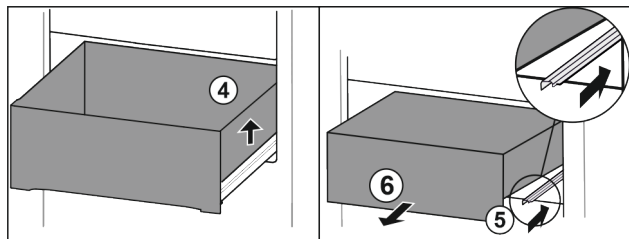

Fig. 18
- ▶ Приподнимите выдвижной ящик справа. Fig. 18 (4)
- ▶ Вставьте правую направляющую. Fig. 18 (5)
- ▶ Извлеките выдвижной ящик движением вперед. Fig. 18 (6)